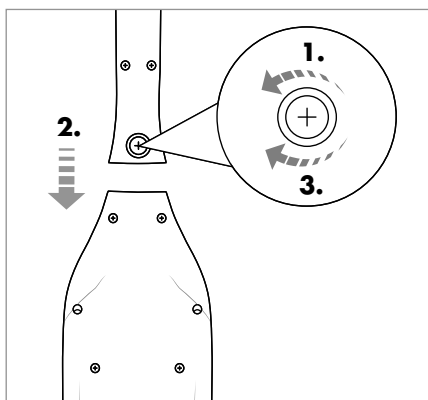

Bild 2
- 1) Lossa skruven 13 på skaftets baksida 12 med en stjärnskruvmejsel genom att skruva moturs. Dra ut skruven 13 ur skruvöppningen på skaftet 12 (bild 2).
- 2) Sätt skaftet 12 på produktens skaftållare. Skjut skaftet 12 helt över skaftållaren tills det sitter fast ordentligt på produkten (bild 2).
- 3) Sätt tillbaka skruven 13 i öppningen på skaftets 12 baksida igen. Dra åt skruven 13 medurs med en stjärnskruvmejsel (bild 2).